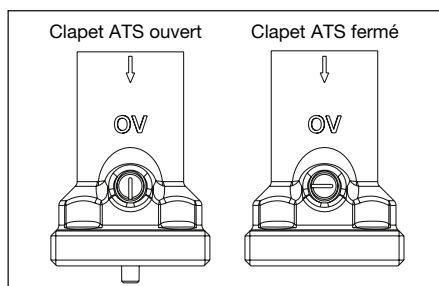

Fig. 7 Position clapet ATS «Regumat S»
1. Démontez la partie avant de la coquille d'isolation (1).
2. Retirer le bloc d'insertion (2).
3. Sortir le groupe de robinetterie (3) de la partie arrière de la coquille d'isolation (4).
4. Placer la partie arrière de la coquille d'isolation (4) sur le mur de façon perpendiculaire et l'utiliser comme gabarit de perçage (fig. 7).